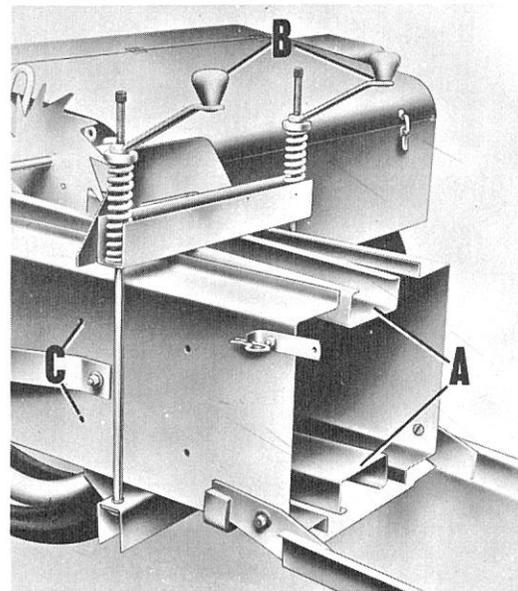

Fig. 19. Réglage de la tension des balles.
5. Avant d'enfiler les aiguilles, supprimer complètement la tension des balles en dévissant les poignées (B, Fig. 19) (la presse est expédiée ces poignées vissées à bloc) et enlever les cales (D, Fig. 33 et B, Fig. 34) du canal de la presse. Faire ensuite passer un peu de foin ou de paille à travers la presse pour enlever toute peinture du canal et en lisser les parois (ou utiliser un détergent). L'intérieur du canal d'une presse neuve est peint pour le préserver de la rouille et le résultat du ballotage ne sera satisfaisant que lorsque le canal sera bien lisse.
La Presse BL 30 comporte des guides à ressorts (A, Fig. 19) pour tendre les balles et des cales dans le canal de la presse. Ces pièces évitent de devoir souvent modifier la tension des balles et interviennent de telle sorte que, dans les conditions normales, les variations dans la teneur en humidité du fourrage traité seront compensées automatiquement par le dispositif de tension. Il peut être néanmoins nécessaire de modifier, de temps à autres, les guides tendeurs pour obtenir une tension plus ou moins grande que celle qui s'obtient automatiquement.
Les récoltes de nature grossière, lourde ou verte demandent moins de tension, tandis que les fourrages légers et cotonneux en exigent plus. On peut augmenter la tension des balles en resserrant les poignées (B, Fig. 19) et diminuer cette tension en desserrant ces poignées. En outre, on peut disposer à l'intérieur du canal de la presse deux cales supplémentaires, en position C, Fig. 19. On notera que la face inclinée de ces cales doit être tournée vers l'avant de la presse. Quand on a réglé convenablement le dispositif de tension, il ne sera pas nécessaire de le retoucher à moins que l'on ait à travailler un nouveau fourrage entièrement différent du précédent. L'opérateur apprendra par expérience la meilleure tension à appliquer aux différents genres de fourrage.